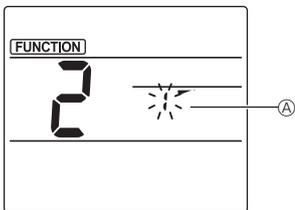

Abb. 3-2
② Luftklappennummer auswählen (Abb. 3-2)